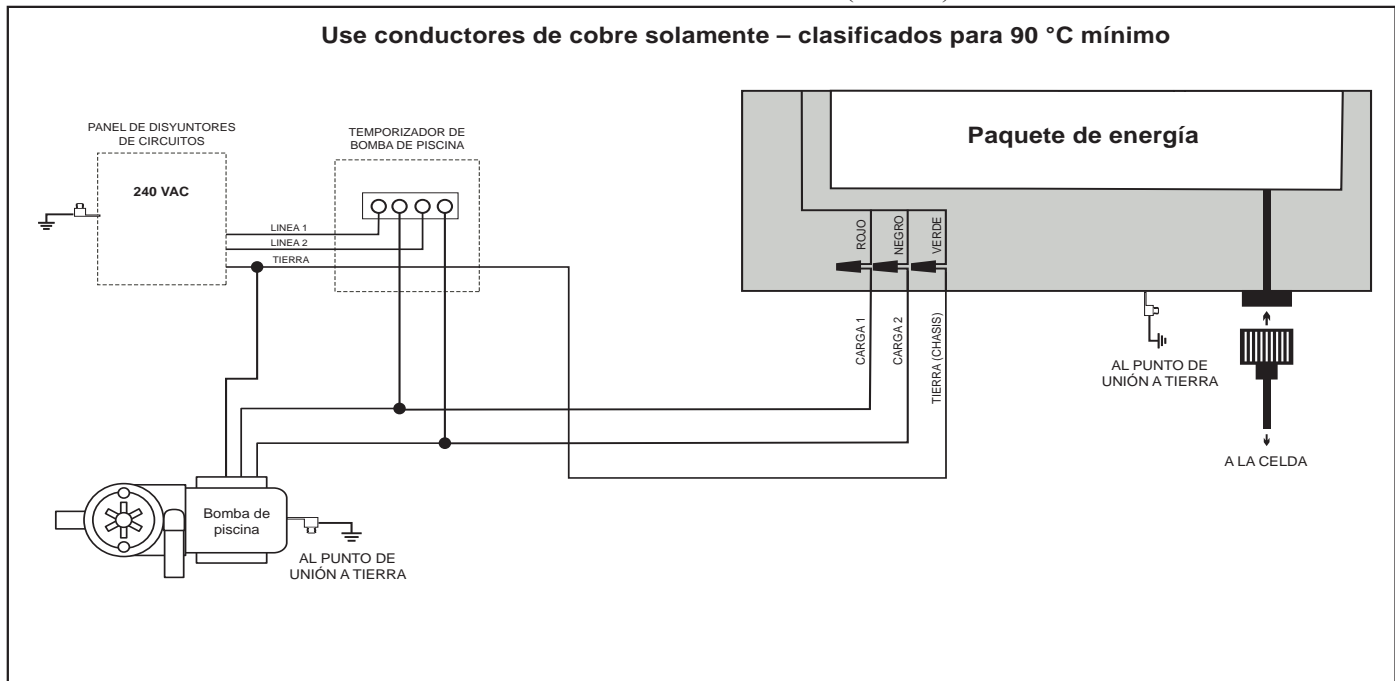

Figura 4. Diagrama de cableado
1. Conecte el paquete de energía a la fuente de alimentación de la bomba de la piscina, usando cable aislado de 3.3 mm² (12 AWG) y conducto eléctrico. Conecte el paquete de energía al lado LOAD (carga) del relevador del temporizador de la bomba de la piscina, de modo que el clorador pueda encenderse solo cuando se encienda la bomba (vea la figura 4).